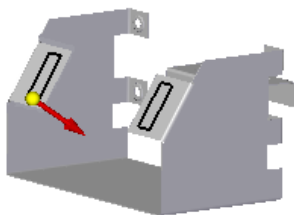
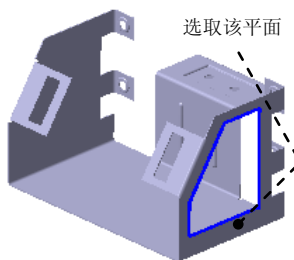

图 8.9.52 定义移除方向
图 8.9.53 法向除料特征 8
(3) 定义法向除料特征属性。在命令条中单击“厚度剪切”按钮  和“穿透下一个”按钮 ，并将移除方向调整至图 8.9.52 所示的方向。
(4) 单击  按钮，完成特征的创建。
Step25. 创建图 8.9.53 所示的法向除料特征 8。
(1) 选择命令。在“主页”功能选项卡“钣金”工具栏中单击  按钮，选择  法向除料命令。
(2) 定义特征的截面草图。
① 选取草图平面。在系统  的提示下，选取图 8.9.53 所示的模型表面为草图平面。